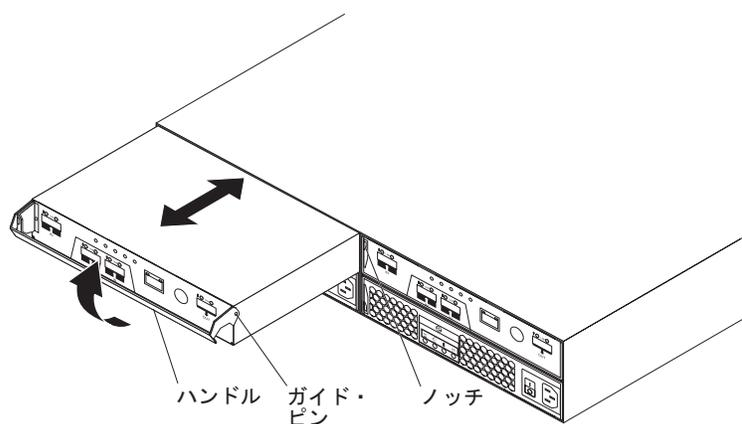

図 42. コントローラー A の取り外しと交換
- b. 図 42 のように、ゆっくりハンドルをシャーシから引き離して、コントローラーをベイから取り外します。
- b. コントローラーの側面にあるガイド・ピンが、DS3200 シャーシのノッチに収まることを確認します。79 ページの図 42を参照してください。